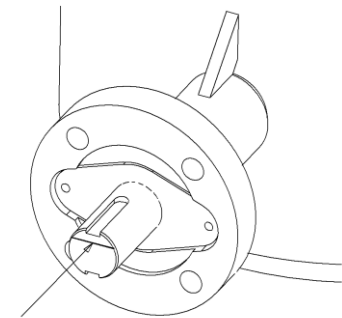

Bild 7: Lägesspår
- Stäng ventilen m h a växelns handspak tills spjället är i linje med sätesringen. Spjällets korrekta position säkras genom att mäta avstånd "X" från ventilens svetsände till spjällets yta. (Bild: 6). Avståndet bör vara identiskt på båda sidor av ventilen. Om ventilen är monterad i rörledningen kan spjällets position avläsas på spåret i spindelaxelns övre ände. (Bild: 7). Spjällets position sammanfaller med spårets position.
- Justera positionen "stängd" på handväxeln. Stäng justerskruven (1) lätt tills det uppstår motstånd. Spänn därefter fast låsmuttern (2).
- Justera läget "öppen" på handväxeln. Stäng justerskruven (3) lätt tills motstånd uppstår. Spänn därefter fast låsmuttern (4).